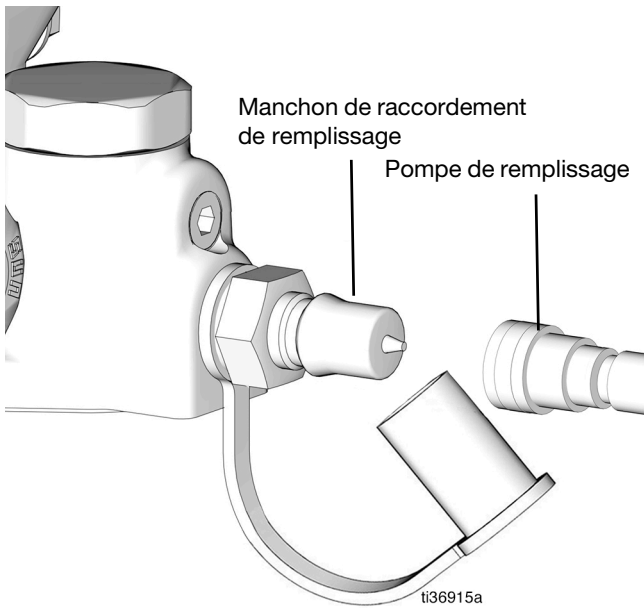

FIG. 75
35. Connectez la pompe de remplissage au manchon de raccordement de remplissage (FIG. 75).